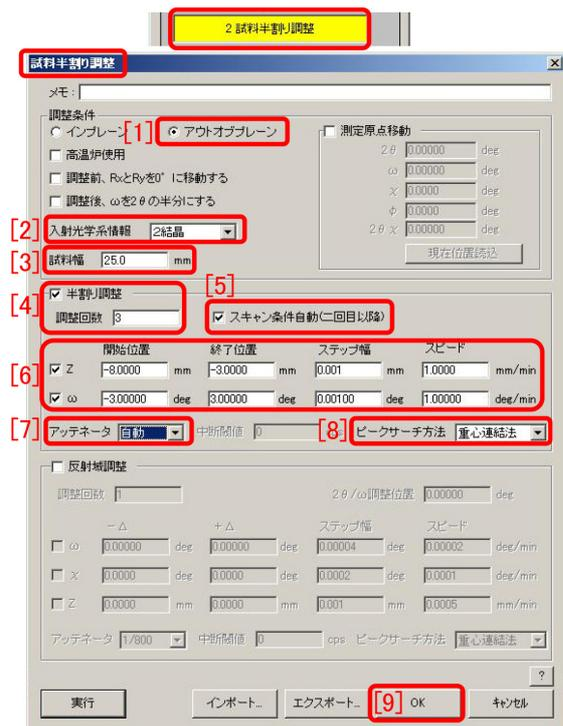
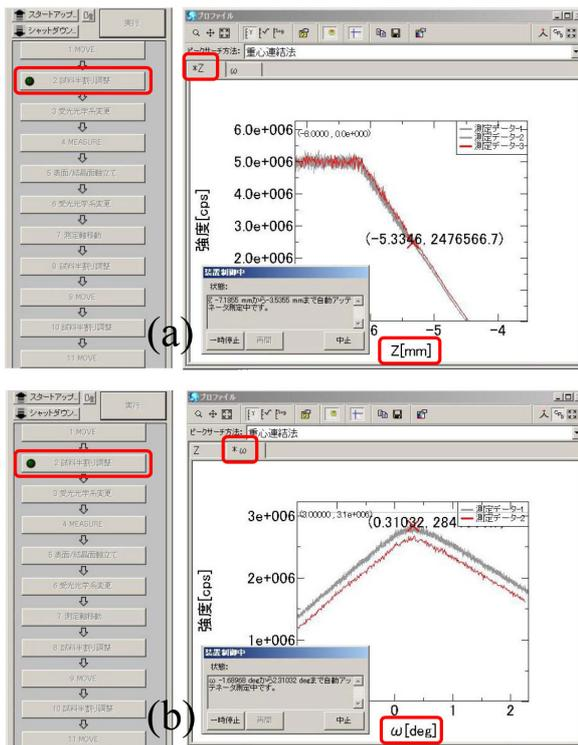

図 2.11. 試料半割り調整の設定
図 2.20. マクロで「試料半割り調整」実行中
調整します。測定を開始する前に必ず行わなければならない調整です。図 2.11 「[6]」で Z(試料ステージの高さ) と  $\omega$ (試料ステージの鉛直軸周りの回転角) いずれにもチェックを入れ、Z スキャンで X 線強度がちょうど半分になり、 $\omega$  スキャンで X 線強度が最大になるように調整します。図 2.11 「[4] 試料半割り調整」にチェックを入れ「調整回数」に 3 を指定することにより Z と  $\omega$  のスキャンを交互に 3 回 (推奨される回数) 行います。「[5] スキャン条件自動」にチェックを入れることにより 2 回目以降のスキャンでは前のスキャン結果に基づいてスキャン範囲が自動設定されます。
$\omega$  のスキャン範囲は図 2.11 「[6]」で  $\pm 3^\circ$  に設定されていますが、これは「[3] 試料幅」25 mm に対して適正值です。試料幅が大きいほど
図 2.20 は「試料半割り調整」実行時に表示される「フローバー」と「プロファイルウィンドウ」です。マクロ実行中は「フローバー」の上にある実行中のパーツの左側で緑のマークが点滅します。図 2.20(a) は Z スキャンを実行中の画面、図 2.20(b) は  $\omega$  スキャンを実行中の画面です。図 2.11[p.15] 「[4] 半割り調整, 調整回数」を 3 に設定したので、Z スキャンと  $\omega$  スキャンを交互に 3 回繰り返して試料の表面を X 線ビーム軸に精密に一致させます。図 2.16[p.17] で  $\phi$  軸をゼロに移動させているので  $\phi = 0.0^\circ$  での「試料半割り調整」を行っています。
Si(111) 面法線が  $\phi$  軸と一致させた上で  $\phi$  の値  $0.0^\circ$ ,  $180.0^\circ$ ,  $90.0^\circ$ ,  $-90.0^\circ$  で図 2.11[p.15] に設定した条件で「試料半割り調整」を行います。Si 111 方向と結晶切り出し面法線は一致していないので  $\phi$  の値  $0.0^\circ$ ,  $180.0^\circ$ ,  $90.0^\circ$ ,  $-90.0^\circ$  に対して異なる  $\omega$  の値で「試料半割り調整」が終了する筈です。この  $\omega$  の値のズレから結晶面切り出し誤差が評価できます。